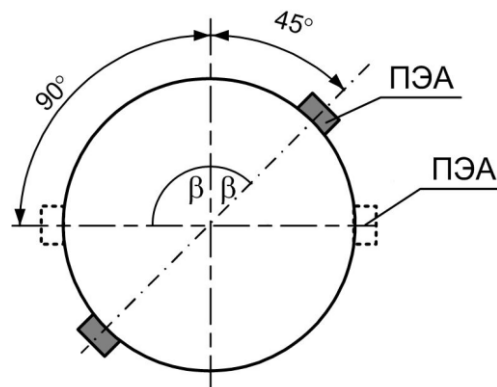

Рис.3. Рекомендуемое положение ПЭА на трубопроводе относительно вертикали.
- при установке ПП на трубопровод, рекомендуется располагать его таким образом, чтобы продольная плоскость ПЭА (плоскость, проходящая через пару ПЭА вдоль оси трубопровода) составляла с вертикалью угол $\beta = 45^\circ - 90^\circ$ (см. рис.3).